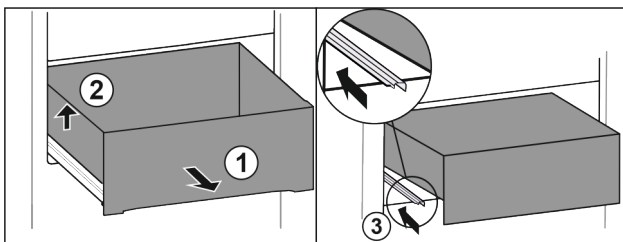

Fig. 77
- Extraiga el cajón hasta el tope. Fig. 77 (1)
- Levante el cajón por la izquierda. Fig. 77 (2)
- Retraiga la guía izquierda. Fig. 77 (3)